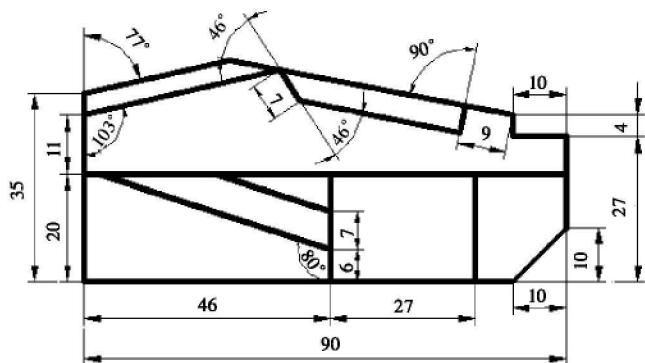

图 1-15
6. 根据图 1-15 所示的标注, 完成绘制, 熟悉 CAD 绘图的简单指令。